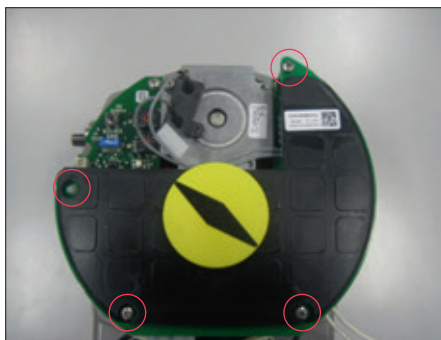

Figura 31
- Posizionare la scheda OM13 sopra i distanziali e serrare le 3 viti (Figura 31).